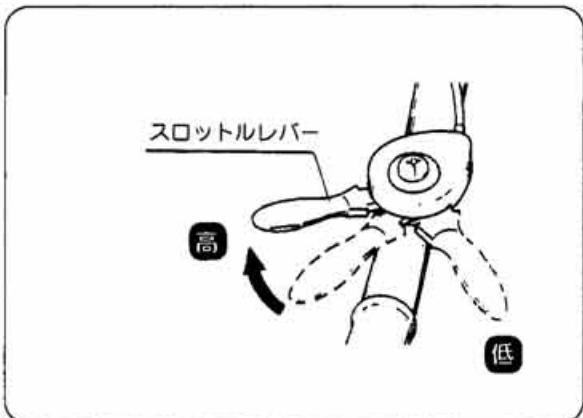

図10
- ② スロットルレバーをゆっくり [低→高] の位置にします。(図10)